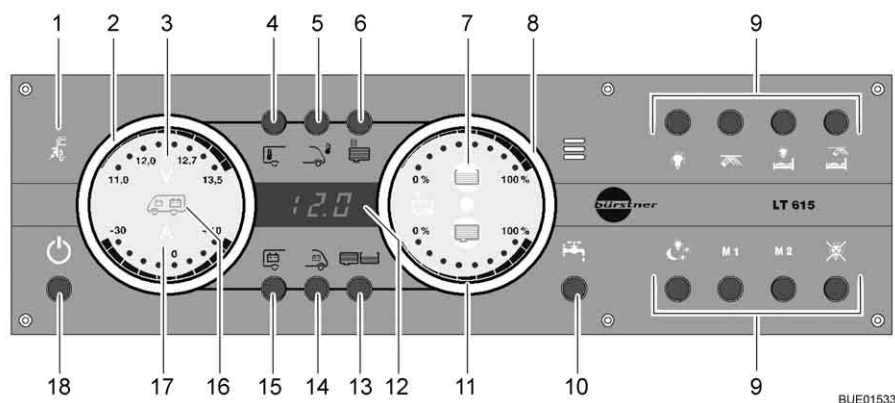

Fig. 159 Panneau de contrôle LT 615
Le voyant de contrôle 230 V (Fig. 159,1) s'allume si l'arrivée du bloc électrique est sous tension de réseau. Les batteries sont chargées.
L'interrupteur principal 12 V (Fig. 159,18) établit ou coupe le panneau de contrôle et l'alimentation 12 V de la cellule.
- Appuyer brièvement sur la touche d'alimentation 12 V (Fig. 159,18). L'alimentation 12 V de la cellule est assurée. L'indicateur de contrôle "12 V" s'allume.
- ▷ La tension de la batterie de cellule est trop faible quand les DEL "11,0" de l'affichage en Volt et le symbole Volt "V" (Fig. 159,3) clignotent dans l'indicateur des batteries (Fig. 159,2) après la mise sous tension. Charger la batterie.
- ▷ La coupure de batterie est active quand l'indicateur de contrôle "12 V" et le symbole Volt "V" (Fig. 159,3) clignotent trois fois après la mise sous tension. Désactiver la coupure de batterie.
- ▷ La batterie est déchargée quand le panneau de contrôle est éteint et que le symbole "V" (Fig. 159,3) rouge clignote. Pour empêcher une décharge profonde de la batterie, le panneau de contrôle ne peut alors pas être allumé. Charger la batterie le plus rapidement possible.
- Appuyer brièvement sur la touche d'alimentation 12 V (Fig. 159,18). L'alimentation 12 V de la cellule est coupée. L'indicateur de contrôle "Alimentation 12 V" s'éteint.
- Appuyer sur la touche batterie de cellule (Fig. 159,15) et la maintenir enfoncée pendant 10 secondes environ. Le symbole Volt "V" (Fig. 159,3) et l'indicateur de contrôle "12 V" clignotent trois fois. La batterie de cellule est coupée du réseau de bord de 12 V.
- Appuyer sur la touche d'alimentation 12 V (Fig. 159,18) et la maintenir enfoncée pendant 5 secondes environ. Le symbole Volt "V" (Fig. 159,3) et l'indicateur de contrôle "12 V" clignotent trois fois. La batterie de cellule est branché au réseau de bord 12 V. L'indicateur de contrôle s'allume au bout d'env. 5 secondes.
- Appuyer sur la touche de la batterie de cellule (Fig. 159,15). Le symbole Volt "V" (Fig. 159,3) s'allume. Le symbole Ampères "A" (Fig. 159,17) est, suivant son niveau de charge, blanc ou rouge. La tension de la batterie et le courant de la batterie de cellule sont affichés au moyens de DEL à l'intérieur de l'indicateur. Le pourcentage de capacité restante de la batterie de cellule est indiqué à l'écran.
- Appuyer sur la touche de la batterie de démarrage (Fig. 159,14). Le symbole Volt "V" (Fig. 159,3) s'allume. Des DEL à l'intérieur de l'indicateur indiquent la tension de la batterie de démarrage.
- Appuyer sur la touche réservoirs (Fig. 159,13). Les symboles réservoir d'eau (Fig. 159,7) et réservoir d'eaux usées (Fig. 159,11) s'allument. Des DEL à l'intérieur de l'indicateur indiquent le niveau du réservoir d'eau (échelle supérieure) et celui du réservoir d'eaux usées (échelle inférieure).
Le symbole du réservoir d'eau (Fig. 159,7) ou celui du réservoir d'eaux usées (Fig. 159,11) clignote quand le réservoir d'eau est vide ou que le réservoir d'eaux usées est plein.
L'affichage numérique (Fig. 159,12) permet d'indiquer les températures intérieure et extérieure en °C.
- Appuyer sur la touche température intérieure (Fig. 159,4). La température intérieure s'affiche.
- Appuyer sur la touche de la température extérieure (Fig. 159,5). La température extérieure s'affiche.